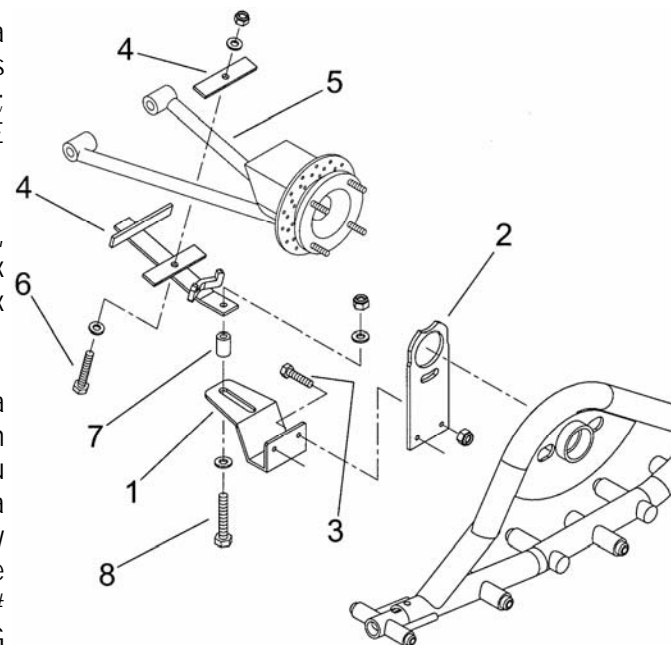

FIGURE 6
5. Installez la plaque d'arrêt de la table de roue (FIGURE 6, # 1) à la plaque d'arrêt (FIGURE 6, # 2) avec deux boulons 3/8 NC x 1 1/4" LG (FIGURE 6, # 3) et deux écrous de nylon 3/8" NC.
6. Installez la fixation de la table de roue (FIGURE 6, # 4) à la table de roue du VTT (FIGURE 6, # 5) avec un boulon hex. 7/16" NC x 2 1/2" LG (FIGURE 6, # 6), un écrou nylon 7/16" NC et 2 rondelles plate 7/16" DIA.; ensuite à la plaque d'arrêt de la table de roue (FIGURE 6, # 1) en y insérant le coussinet d'usure (FIGURE 6, # 7) dans le trou de la plaque d'arrêt de la table de roue (FIGURE 6, # 1) et se servir du boulon hex. 1/2" NC x 2 1/2" LG (FIGURE 6, # 8), un écrou nylon 1/2" NC et 2 rondelles plates 1/2" DIA.
Mettez de la graisse entre la plaque de pivot (FIGURE 6, # 2) et la plaque en "J" du châssis tubulaire lors du remisage et en remettre lors de l'installation.